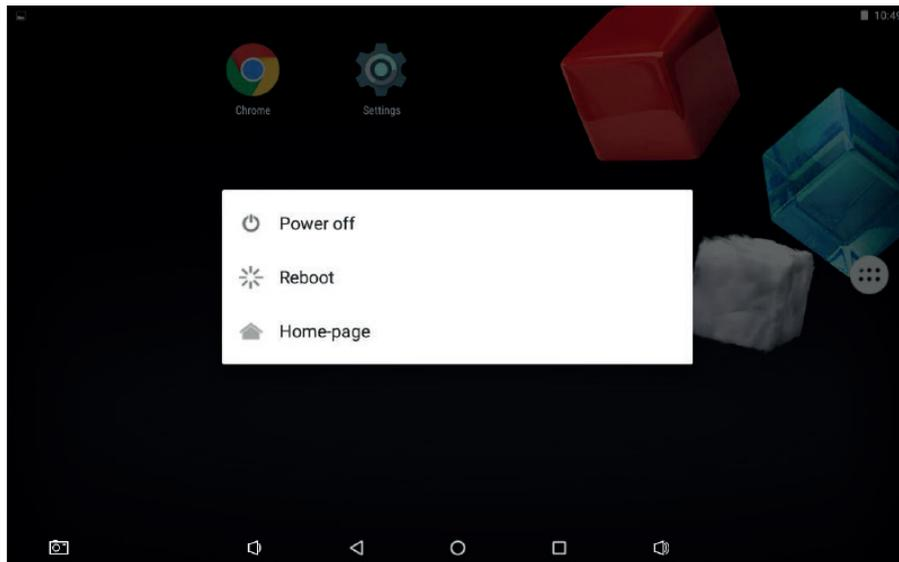

Рис. 30. Использование скрытой кнопки управления
<p>Коснитесь кнопки управления (7). Появится окно с выпадающим меню включения/перезагрузки (см. рисунок 30):</p> <ul style="list-style-type: none"> • Если вход на домашнюю страницу не защищен паролем, переключитесь на домашнюю страницу. • Если вход на домашнюю страницу защищен паролем (см. раздел «Установка защитного пароля для кнопки управления»), введите корректный пароль и переключитесь на домашнюю страницу. 	<p>Нажмите кнопку питания на задней стороне (10). Появится окно с выпадающим меню включения/перезагрузки (см. рисунок 30). Зайдите на домашнюю страницу.</p> <p>или:</p> <p>Кликните Power off (выключение питания) и дождитесь выключения системы. Нажмите кнопку питания на задней стороне (10). Сенсорная панель переходит во включенное состояние. Зайдите на домашнюю страницу.</p>